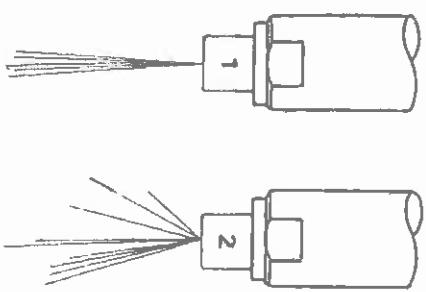

Fig. D 1
- b) La forme du jet (fig. D 1) : 1. bon fonctionnement ; 2. mauvais fonctionnement.
- b) Spray shape (fig. D 1) : 1. correct . 2. incorrect.